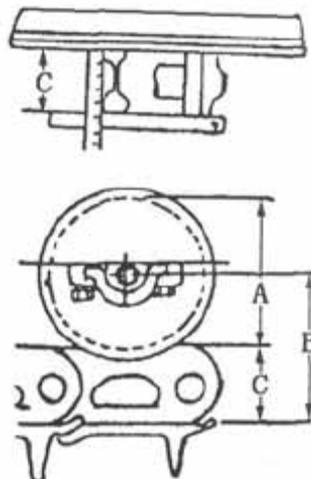

рис. 5-34
(5) измерение внешнего диаметра роликов (рис. 5-34)
Следует измерить размер В как показано на рис. 5-34. Внешний диаметр ролика (размер а) $A=(B-C) \times 2$